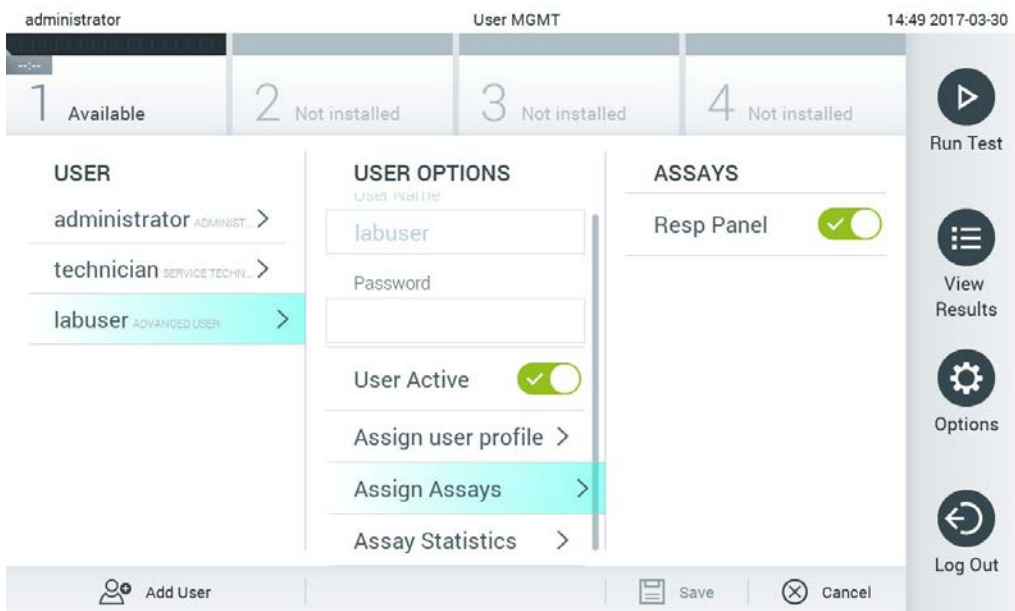

Рис. 61. Назначение тест-систем для пользователей.
- **Assign Assays** (Назначить тест-системы): Позволяет, воспользовавшись базой данных тест-систем, задать для пользователя тест-системы, которые пользователю разрешается запускать. Выберите тест-системы в списке в правой части области содержимого (рис. 61).